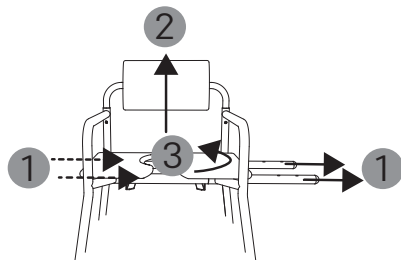

fig. 23
2. A seguire premere i tubi a innesto sui tappi delle estremità (a sinistra o destra) per estrarli di lato (1, fig. 23), in modo che fuoriescano dall'altra parte. Ora è possibile estrarre i tubi (1, fig. 23).
3. La seduta ora è staccata e si può sollevare (2, fig. 23) e ruotare di 180° (3, fig. 23).